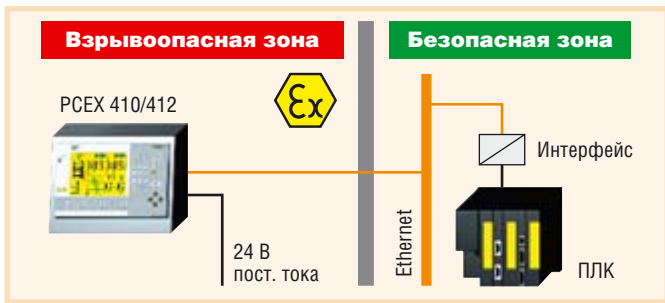

Рис. 21. Сетевое соединение ПК VISUEX с ПЛК или сервером
- соединение с ПЛК (или сервером) через Ethernet (рис. 21);
- подключение к промышленной сети через Ethernet (рис. 21);